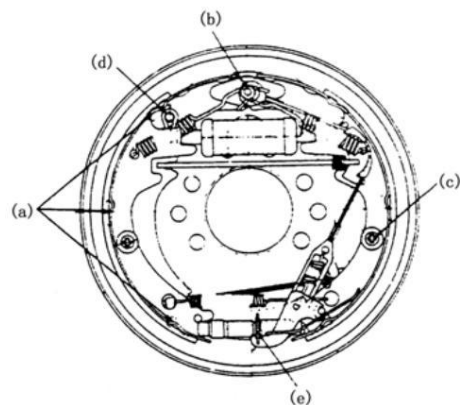

Figura 9-26
(4) Agregue aceite lubricante a los puntos de lubricación que se muestran en la Figura 9-26.